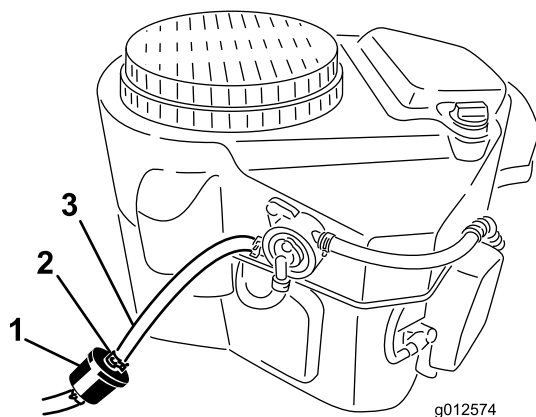

Figure 33
4. Pincez les extrémités des colliers et faites glisser ceux-ci pour les éloigner du filtre (Figure 33).